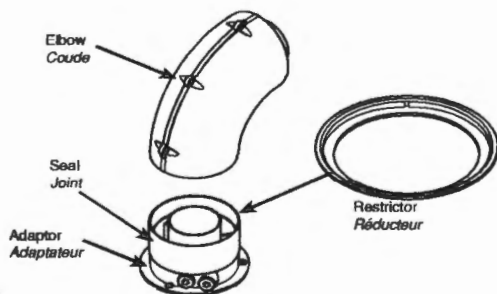

Fig. 5
IMPORTANT: If the equivalent flue length is greater than 1.5m the restrictor **MUST** be removed from the adaptor (Fig. 5).
IMPORTANT : si la longueur équivalente du conduit des fumées est supérieure à 1,5 mètre, **IL FAUT** retirer le réducteur de l'adaptateur (Fig. 5).
7. Take one of the rubber seals and position it on the boiler flue adaptor. Engage the flue elbow on the adaptor and pull the sleeve up so that it equally covers the joint (Fig. 5).
7. Prendre l'un des joints en caoutchouc et le poser sur l'adaptateur de la chaudière. Brancher le coude sur l'adaptateur et pousser le manchon vers le haut de façon à couvrir uniformément le raccord (Fig. 5).